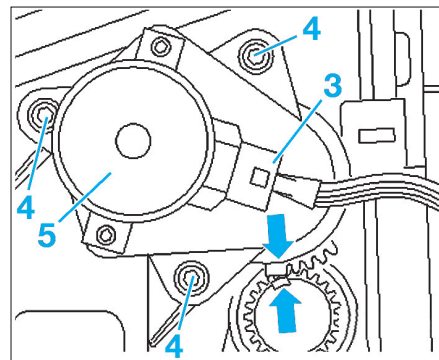

Fig. 69
- Débrancher le connecteur (3) du servomoteur (5) (Fig.69).
A la repose, opérer dans le sens inverse de la dépose puis effectuer un essai de fonctionnement. Afin que le volet de mélange d'air soit réglé correctement, les repères (flèches) doivent coïncider (Fig.69).